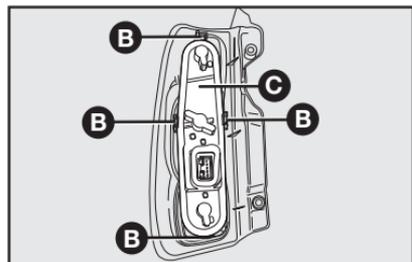

fig. 19
2) remover o porta-lâmpadas **C-fig. 19**, atuando nas travas **B-fig. 19**;